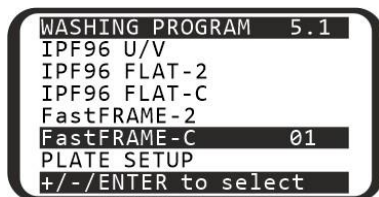
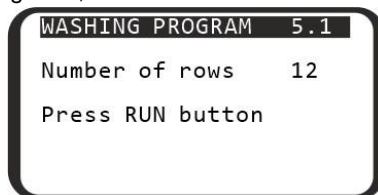

Figura 8. Seleção de programa
Figura 10. Menu de seleção de contagem
5.5.2 Na figura 8, o usuário escolheu o primeiro programa (01) do quinto tipo (FastFRAME). A escolha pode ser vista no canto superior direito (5.1).
5.7.1 Por padrão, a unidade lava todas as fileiras da microplaca. Para lavar menos fileiras, quando estiver no menu de seleção do programa (figura 8) pressione **Rows ▲** (fig. 7/1). O visor mostra o menu de contagem de fileiras (figura 10). Usando as teclas + e –, defina o número necessário de fileiras. Para cancelar e voltar ao menu anterior, pressione **Esc**. Para salvar e iniciar o programa, continue lendo.